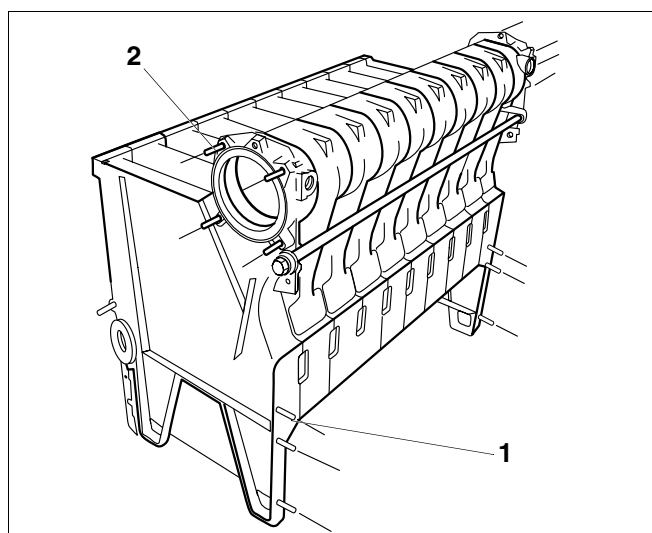

Fig. 20 Visser les goujons
- Visser quatre goujons dans les alésages prévus à l'avant et à l'arrière du moyeu supérieur, voir fig. 20.
- Visser les goujons sur la partie avant dans les éléments d'extrémité à droite et à gauche (respectivement 3 pièces, M8), (fig. 20, **pos. 1**).
Légende pour la fig. 20